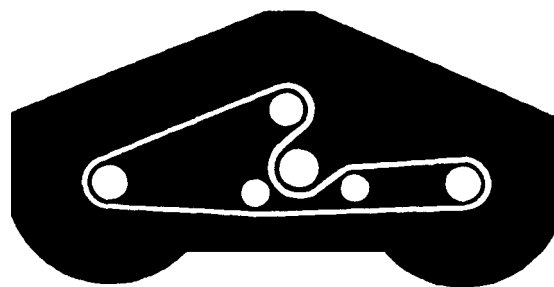

Figure 14
5. Acheminer la courroie neuve autour des poulies d'axes et de l'ensemble poulie de tension, comme indiqué à la Figure 14.